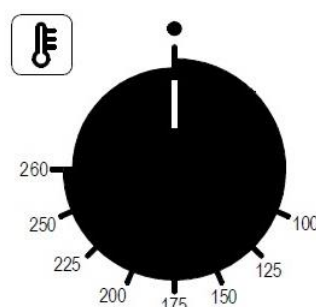

Fig.5
**Programmazione temperatura di cottura** - Ruotare la manopola del termostato (Fig.5) di regolazione in corrispondenza della temperatura scelta per la cottura.